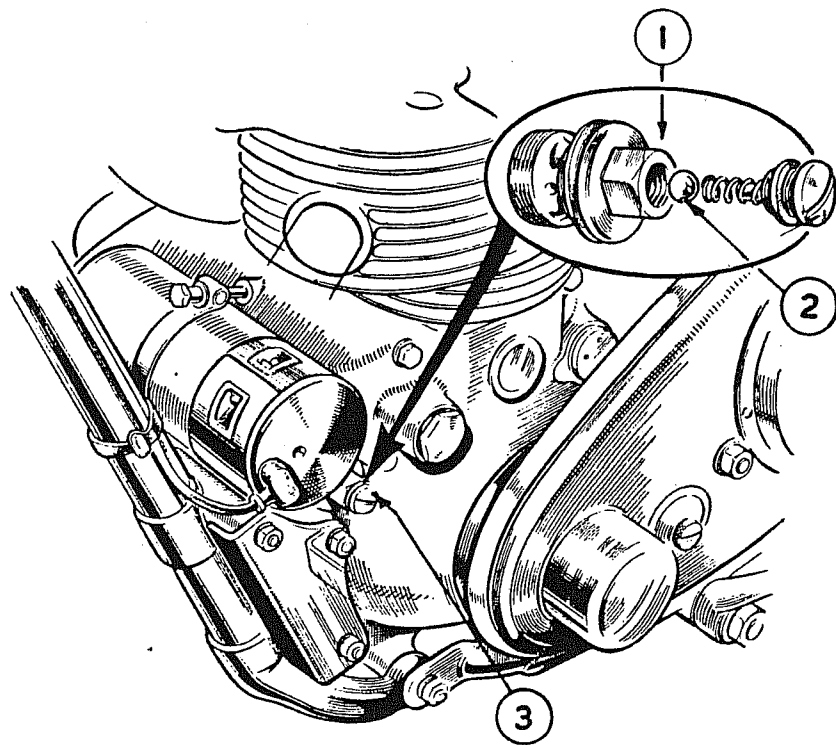

Abb. 5
- (b) Ein Filzfilter im vorderen Teil des Kurbelgehäuses, parallel zur Auslassnockenwelle, Abb. 5.
- zu (b) Man drehe das Abschlussventil, welches direkt unter der Lichtmaschine des Zweizylinder Modells sitzt, heraus, siehe Abb. 5, denn entferne man den Aluminiumeinsatz und nun kann der Filzfilter mit dem Finger herausgeholt werden. Am anderen Ende des Filters befindet sich eine Stahlkappe welche vom Filter abgenommen werden muss. Der Filter kann jetzt in Benzin gereinigt und nach Abtrocknen, wieder eingebaut werden. Vorher sollte das Filtergehäuse mit einem sauberen Benzinlappen ebenfalls gereinigt werden.